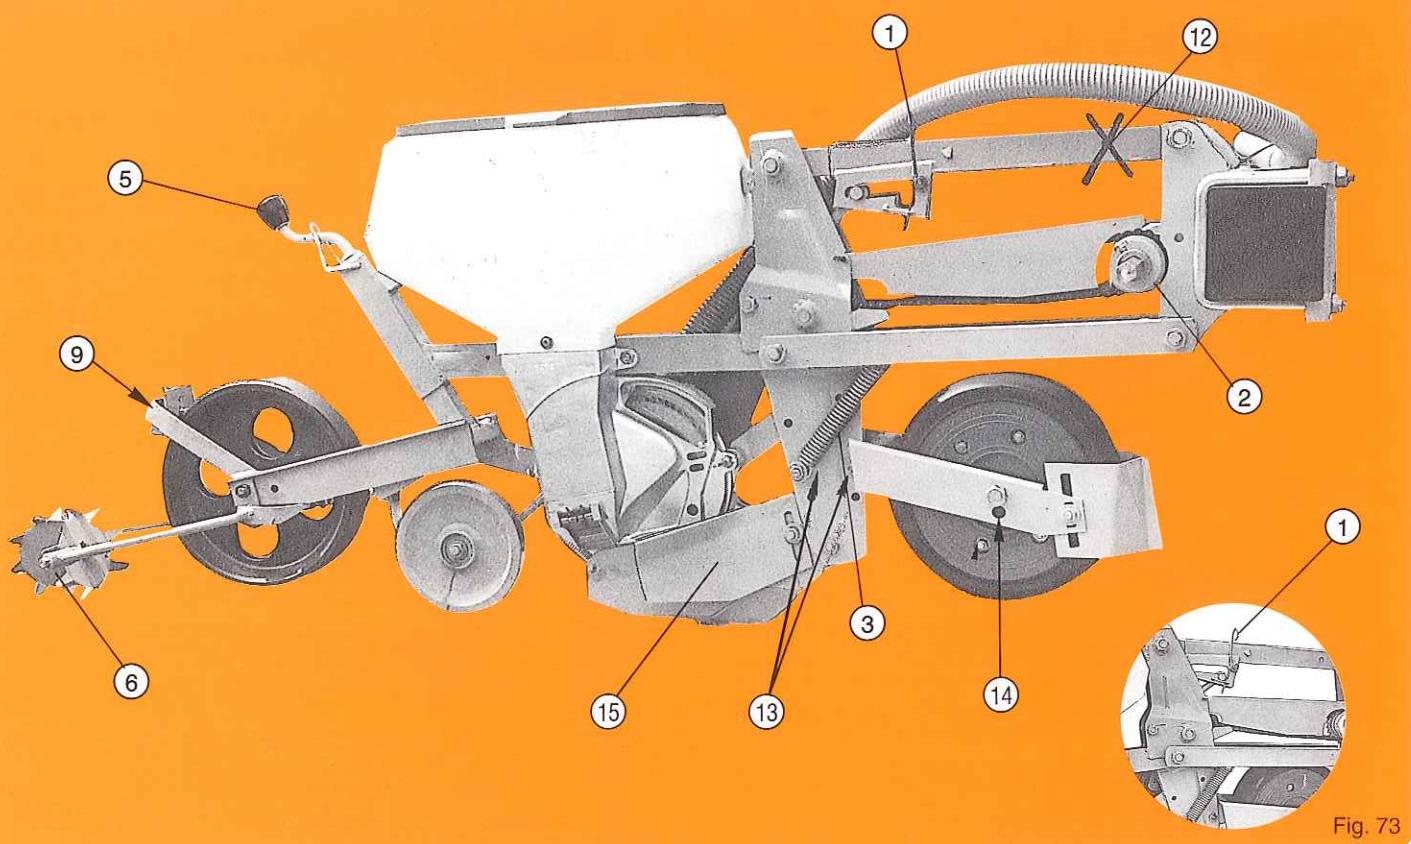

Fig. 73
Version de base (fig. 73) :
ATTENTION : avec roue avant ayant double disque + roues accolées, le bras supérieur de parallélogramme doit être flottant : le trou (12) (fig. 73) doit donc être libre et sans boulon de blocage. Au travail, le 3^e point du tracteur sera à régler pour permettre un débattement convenable du bras et de l'élément (trou au centre de la lumière).
- ① Taquet d'accrochage en position relevée (fig. 73) : en cours de travail laisser le ressort dans son cran pour éviter les accrochages involontaires du taquet.
- ② Système de sécurité (fig. 73) : il provoque un cratage sonore en cas de blocage de la distribution. Un arrêt est alors obligatoire (voir page 33).
- ⑤ Réglage du terrage (fig. 73) : une jauge graduée facilite l'uniformité du réglage.
- ⑥ Réglage de l'orientation des roto-hères (fig. 73) : à partir de son axe-boulon sur chacune des étoiles. (Option)
- ⑨ Réglages des décrottoirs de roues (fig. 73) : les décrottoirs doivent être réglés au plus près, sans serrage ni jeu afin d'effectuer un nettoyage convenable sans usage prémature.
- ⑩ ⑪ Réglage de la hauteur de la roue avant : la position intermédiaire d'origine permet des terrages de 1,5 à 4 cm. Pour terrages supérieurs le bloc support doit être remonté et fixé en ⑫ par ses trous bas. Pour terrages inférieurs l'axe de roue doit être placé dans le trou inférieur ⑬.
- ⑭ Chasse-mottes : doit travailler superficiellement pour éviter les risques de bourrages au niveau du boîtier ou de la chaîne.
Grundausführung (Abb. 73) :
ACHTUNG : Wenn die vordere Andruckrolle oder Doppelscheibenschar mit Andruckrollen montiert sind, ist die Schraube aus dem oberen Parallelogramm zu entfernen (12) (Abb. 73) ohne Blockierungsschraube. Das Schraubenloch soll genau in der Mitte vom Schlitz sein, wenn die Sämaschine in der Arbeitsstellung ist. Regulieren Sie entsprechend mit dem Oberlenker.
- ① Element in Transportstellung (Abb. 73) : Beim Spannen der Feder wird der Sperrhebel aus der Kerbe gedrückt und das Element geht in Saatstellung zurück.
- ② Überlastsicherung (Abb. 73) : Wenn die Sässcheibe blockiert, spricht die Rutschkopplung mit einem lauten Geräusch an. Dann ist die Maschine sofort anzuhalten (siehe Seite 33).
- ⑤ Tiefenregulierungs (Abb. 73) : Beachten Sie die Tiefenregulierungsskala, auf der Sie die Tiefeinstellung ablesen können.
- ⑥ Einstellung der Scheibenkrümmer (Abb. 73) : Diese kann mit einer Schraube auf jede gewünschte Breite eingestellt werden. (Sonderausrüstungen)
- ⑨ Einstellung der Abstreifer für die Andruckrollen (Abb. 73) : Zum Reinigen der Räder. Die Abstreifer sind so einzustellen, daß sie nicht zu nah und nicht zu weit von den Rädern entfernt sind, damit eine vollständige Reinigung erfolgen kann.
- ⑩ ⑪ Höhenregulierung der vorderen Andruckrolle : Die Original-Einstellung ist für Saatdosen von 1,5 - 4 cm gedacht.
- Für größere Saatdose ist das Rad in das höhere Loch ⑬ zu montieren.
- Für flache Saatdose ist das Rad in das tiefere Loch ⑭ zu montieren.
- ⑮ Klutenräumer : Der Klutenräumer soll flach über dem Boden eingestellt werden, um etwaige Verstopfungen am Gehäuse bzw. an der Kette zu vermeiden.
Basic version (fig. 73) :
ATTENTION : when using front press wheel or double disc openers with side press wheels, the upper arm of the parallelogram should be floating. Hole (12) (fig. 73) has therefore to be open and without a locking bolt. When operating, the top link of the tractor has to be adjusted to allow the arm of the metering unit to slide as needed. (The hole should be positioned in the middle of the slot.)
- ① Locking pawl to keep unit in a raised position (fig. 73) : while planting, leave the spring in its notch to avoid involuntary lock-up of the locking pawl.
- ② Safety system (fig. 73) : this causes the clutch to sound in case of a blockage in the metering system. When this clutching sound is heard, stop the machine immediately (see page 33).
- ⑤ Adjustment of the depth (fig. 73) : a gradual scale makes it easier to set the units at a uniform depth.
- ⑥ Adjustment of the position of crumblers (fig. 73) : this can be adjusted by the bolt of each spur optional equipment.
- ⑨ Adjustment of wheel scrapers (fig. 73) : scrapers have to be adjusted in such a way that they are neither too close nor too far from the wheel, so that proper cleaning can be done without causing early wear.
- ⑩ ⑪ Adjustment of the height of front press wheel : the original intermediate position enables planting from 1.5 to 4 cm. For deeper planting, the support bracket should be raised and mounted in the lower holes ⑬. For shallow planting the wheel spindle should be placed in the bottom hole ⑭.
- ⑯ Clod remover : has to work on the ground surface to avoid plugging at the metering box or chain.